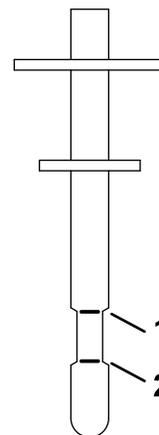

Figure 69
7. Remettez la jauge dans le goulot de remplissage, ressortez-la et contrôlez le niveau de liquide (Figure 69).